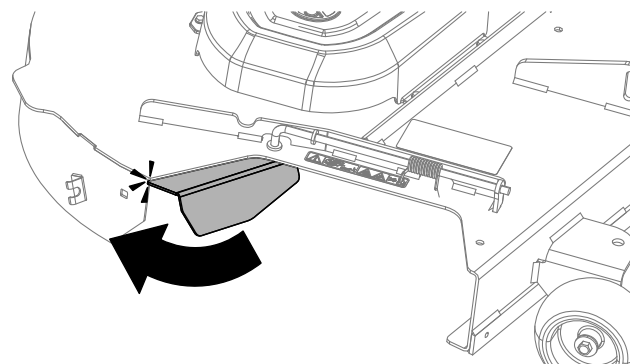

Figura 16
3. Ruotate il deflettore di scarico del sistema di raccolta a contatto con il bordo posteriore del piatto di taglio (Figura 16).